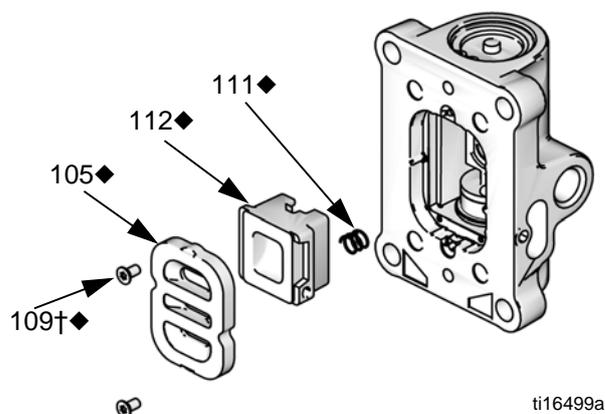

FIG. 3. Retrait de la plaque d'air
2. Consultez la section FIG. 3. Utilisez une clé hexagonale de 2 mm ou 5/64 pour retirer les deux vis (109†♦). Retirez la plaque de vanne (105♦), la coupelle (112♦) et le ressort (111♦).